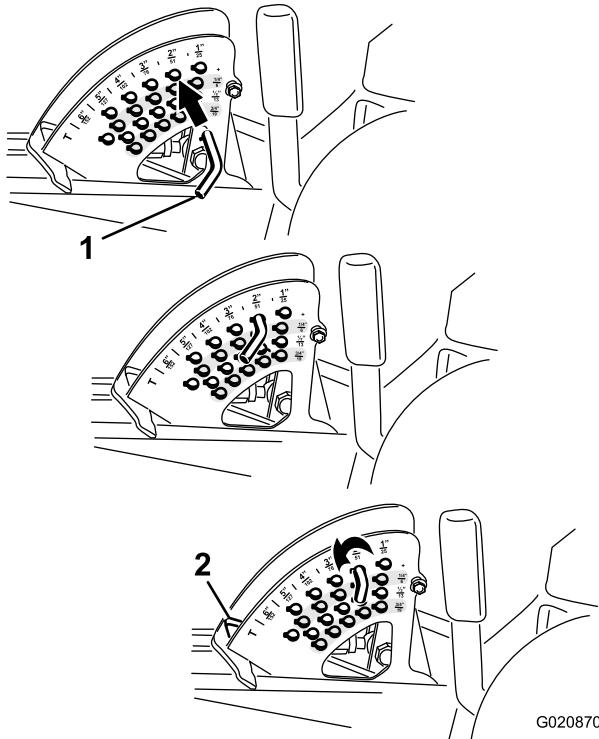

Figura 20
Nota: Para bloquear la carcasa de corte en la posición elevada, eleve la carcasa más allá de la posición de 15 cm, retire el pasador de tope de altura de corte (consulte Ajuste de la altura de corte (página 27)), y ponga el pasador en la posición de altura de corte de 15 cm (Figura 20).
- Para ajustar, gire el pasador de tope hasta que el pasador cilíndrico que contiene se alinee con las ranuras de los taladros del soporte de altura de corte, y retire el pasador (Figura 20).
- Seleccione un taladro del soporte de altura de corte que corresponda a la altura de corte deseada, inserte el pasador y gírelo para bloquearlo en esa posición (Figura 20).
Nota: Hay cuatro filas de taladros (Figura 20). La fila superior corresponde a la altura de corte impresa encima del pasador. La segunda fila corresponde a la altura impresa más 6 mm. La tercera fila corresponde a la altura impresa más 12 mm. La fila inferior corresponde a la altura impresa más 18 mm. Para la posición de 15,8 cm hay un solo taladro, situado en la segunda fila. Esta posición no añade 6 mm a la altura de 15,8 cm.